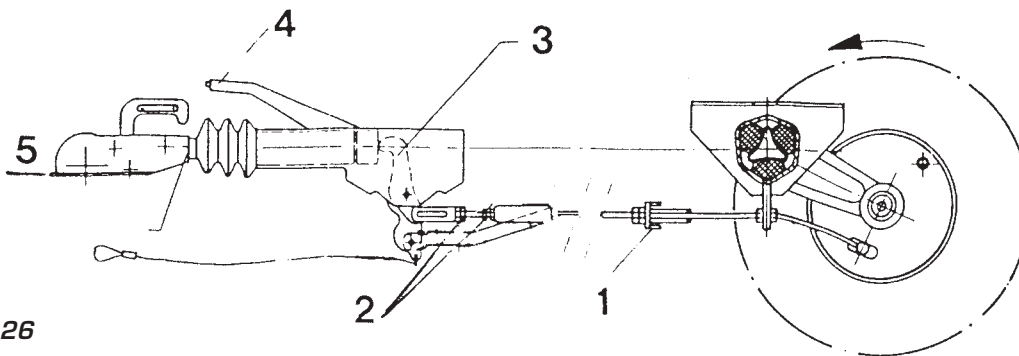

Fig 26
Uit te voeren controles : (fig.26) De volgende punten moeten voor uw veiligheid vóór iedere reis worden gecontroleerd.
- 1) Stuurstang parallel aan de as(fig.26/1).
- 2) Moeren steunen op de compensator (fig.26/2).
- 3) Besturingsstang steunt op de achterzijde van de schokdemper (zonder speling of klemmen) (fig.26/3).
- 4) Remhandgreep LOS + koppelkop zo ver mogelijk naar voren getrokken (fig.26/4 & 5).